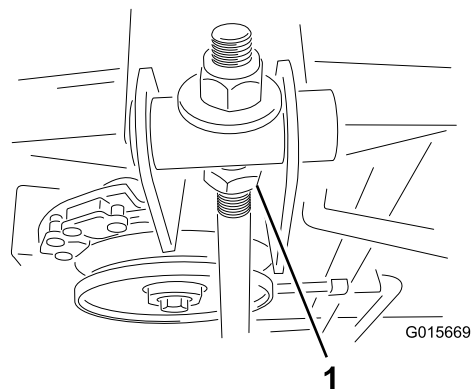

Figura 39
7. Allentate il controdamo (Figura 39).